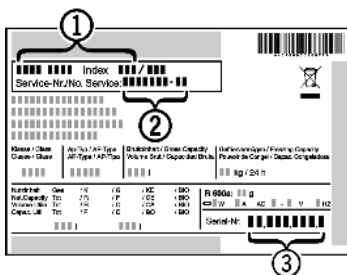

Fig. 15
- ▶ Produktbetegnelse Fig. 15 (1), servicenr. Fig. 15 (2) og serienr Fig. 15 (3) finner du på typeskiltet. Typeskiltet sitter på venstre side inne i enheten.
- ▶ Kontakt kundeservice, beskriv feilen og angi produktbetegnelse Fig. 15 (1), servicenr. Fig. 15 (2) og serienr Fig. 15 (3).